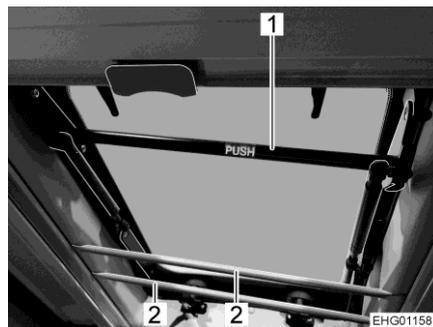

Fig. 17 Fenêtre arrière (de l'intérieur)
Deux barres (Fig. 17,2) servent de protection antichute quand les fenêtres arrière sont ouvertes.
- Saisir la barre-poignée noire (Fig. 17,1) dans la partie supérieure de la fenêtre et ouvrir cette dernière en la faisant pivoter vers l'extérieur et vers le haut.
- Saisir la barre poignée (Fig. 17,1) et faire repivoter la fenêtre dans sa position initiale.